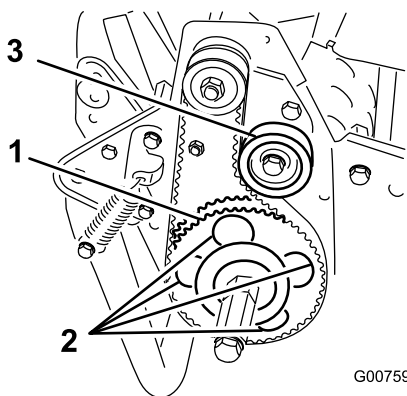

図 38
7. 受動プーリを回して、4つの穴にローラ・ベアリング・フランジ・ネジを整列させる (図 38)。
11. ベルトの張りを調整し、アイドラ・プーリ・ネジを締める (図 38)。